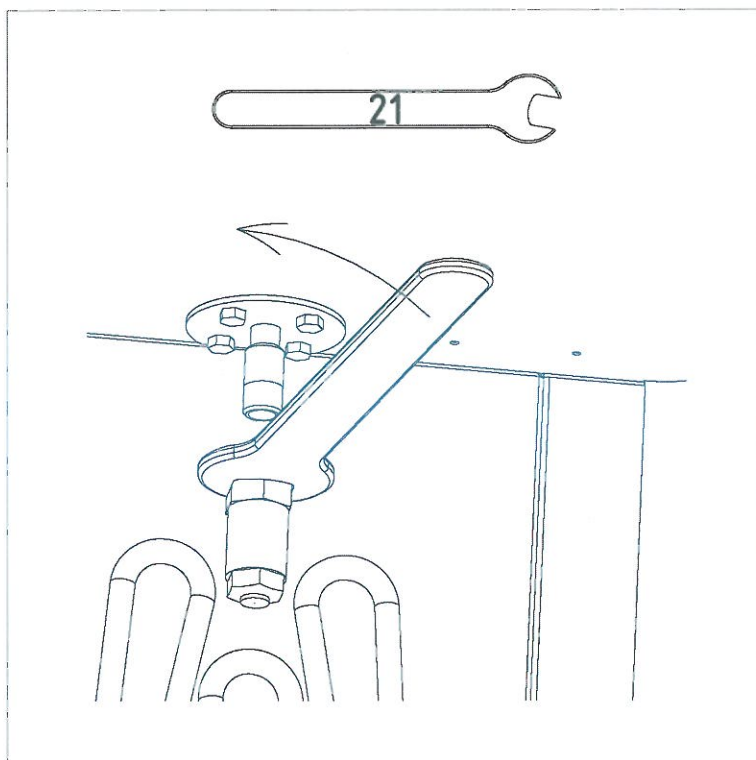

Figure 5
- Die Düse mit ihrer Dichtung abmontieren (Schlüssel 21) (Abbildung 5).